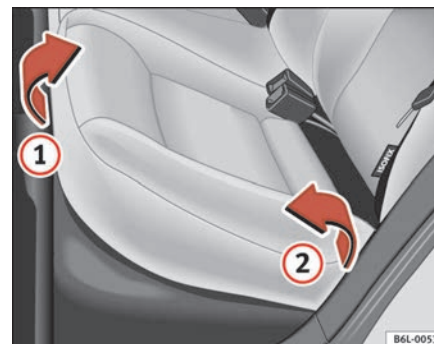
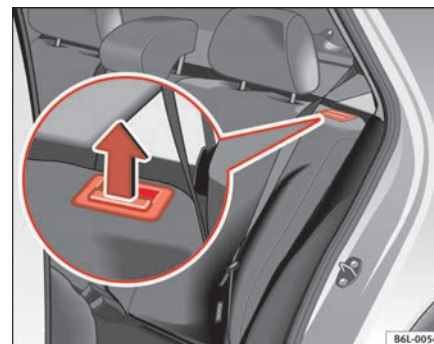

Abb. 77 Sitzpolster der Sitzbank vorklappen
Abb. 78 Entriegelungstaste für die Rücksitzlehne
- Ziehen Sie das Sitzpolster an der Vorderkante ⇒ Seite 115, Abb. 77 ① in Pfeilrichtung nach oben.
- Klappen Sie das Sitzpolster ② in Pfeilrichtung nach vorne.
- Ziehen Sie die Entriegelungstaste ⇒ Seite 115, Abb. 78 in Pfeilrichtung und klappen Sie die Sitzlehne nach vorne.